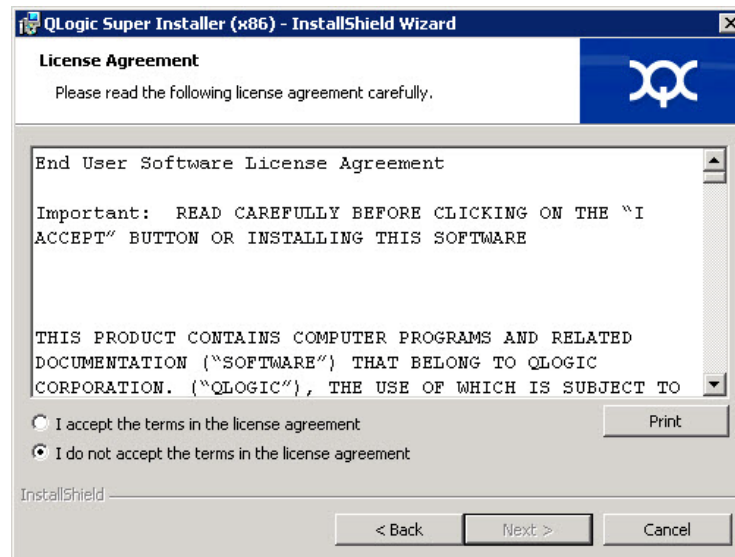

Figura 2-3. Janela QLogic InstallShield Wizard: License Agreement (Assistente do InstallShield da QLogic: Contrato de licença)
4. Na janela do contrato de licença do assistente (Figura 2-3):